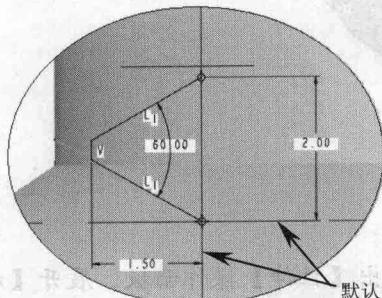
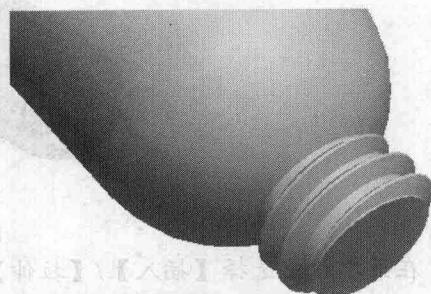

图1-7
图1-8
- (2) 在窗口下方输入螺距为“2.5”，系统自动进入扫描截面的草绘环境，绘制如图1-7所示的梯形，单击按钮退出草绘环境，然后单击确定按钮创建螺纹，如图1-8所示。